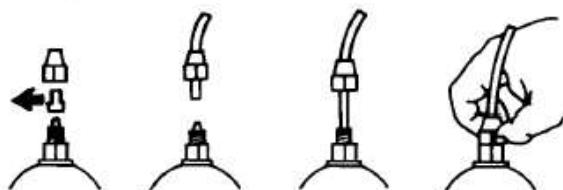

Рис. 7
- e.** — Снимите защитные колпачки с двух ниппелей, пропустите шланг через гайку, одновременно проталкивая и вращая, вставьте шланг в коническое соединение ниппеля (зажим шланга). Поворотом гайки зафиксируйте шланг. (Рис. 7)